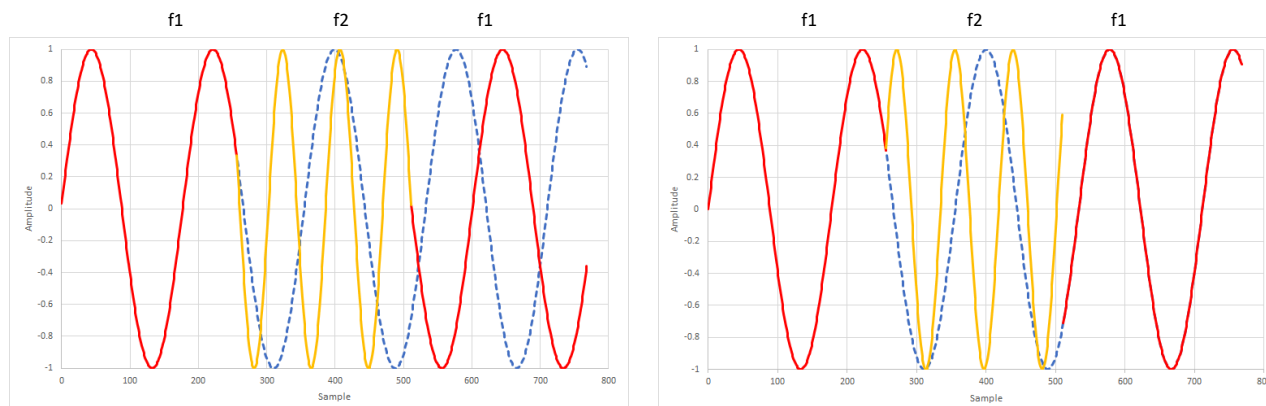

図 8-55. 位相連続 (左) と無限位相コヒーレント (右) NCO 周波数スイッチング
1. 位相連続 NCO: NCO 周波数が変化するには、図 8-55 (左) に示すように、NCO 位相は新しい周波数に徐々に調整されます。「破線」は、元の f_1 周波数の位相を示しています。
2. 無限位相コヒーレント NCO: 位相コヒーレント NCO では、SYSREF を使用して、すべての周波数が 1 つのイベントに同期します。これにより、周波数ホッピングの間で位相コヒーレンスが維持されるため、NCO をリセットする必要なしに、無限回の周波数ホッピングを実現できます。これを図 8-55 (右) に示します。元の周波数 f_1 に戻ると、NCO 位相は NCO が周波数を一度も変えなかったかのように見えます。